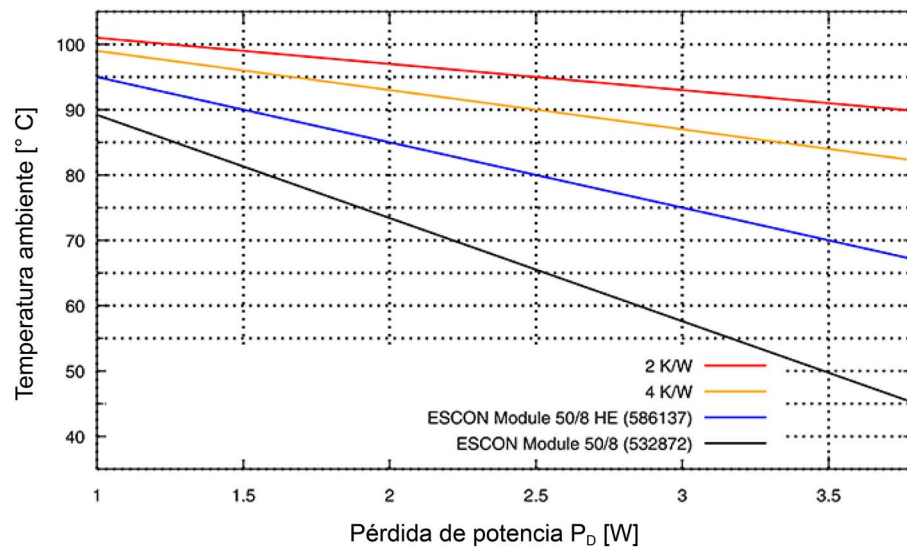

Figura 2-2 Derating temperatura ambiente / cuerpo refrigerante necesario
Rango ampliado ^{*1)}	6000...10 000 m MSL Derating: Temperatura ambiente (→Figura 2-2) menos 11 °C
3) →Figura 2-2